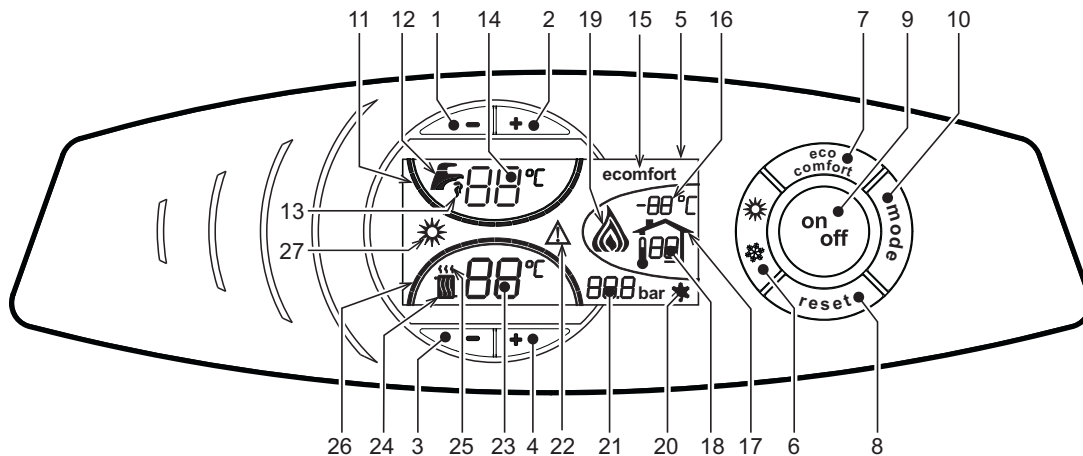
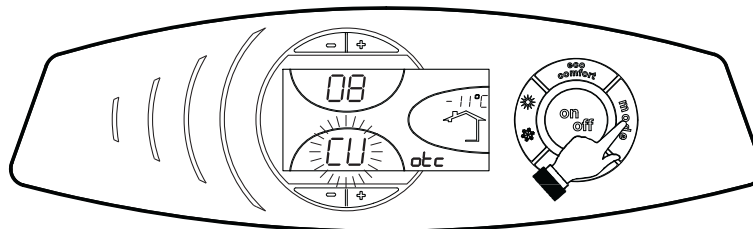

рис. 1 - Панель управления
рис. 11 - Кривая компенсации
О поступлении команды на включение отопления (от комнатного термостата или от пульта ДУ с таймером) предупреждает мигание индикатора теплого воздуха, установленного на радиаторе (дет. 24 и 25 - рис. 1).
Индексные метки с подсветкой системы отопления (дет. 26 - рис. 1) загораются по мере приближения измеряемой датчиком температуры к заданному значению.
О поступлении команды на включение системы ГВС, генерируемой при заборе горячей воды, предупреждает мигание соответствующего индикатора на кране (поз. 12 и 13 - рис. 1). Убедитесь, что функция Comfort (поз. 15 -) находится в активном режиме рис. 1
Индексные метки с подсветкой системы ГВС (поз. 11 - рис. 1) загораются по мере приближения измеряемой датчиком температуры к заданному значению
При включенной системе нагрева воды в бойлере (заводская установка) на дисплее отображается символ режима COMFORT (поз. 15 - рис. 1); наоборот, если система нагрева выключена, на дисплее высвечивается символ режима ECO (поз. 15 - рис. 1)
Бойлер может быть выключен пользователем (режим ECO) путем нажатия кнопки  (поз. 7 - рис. 1). Для включения режима COMFORT снова нажмите клавишу  (поз. 7 - рис. 1).
Нажмите клавишу (дет. 9 - рис. 1) в течение 1 секунды.
Для повторного включения котла вновь нажмите клавишу (дет. 9 рис. 1) в течение 1 секунды.
- Нажмите кнопку ON/OFF (9 - рис. 1).
Нажмите клавишу (роз. 6 - рис. 1) в течение 1 секунды.
На дисплее высвечивается символ "Лето" (поз. 27 - рис. 1). При этом котел будет вырабатывать только воду для ГВС. При этом система защиты от замерзания остается активной.
Для выключения режима "Лето" вновь нажмите клавишу (дет. 6 - рис. 1) в течение 1 секунды.
Температура в системе отопления регулируется в пределах от 30 °С до 90 °С с помощью клавиш (дет. 3 и 4 - рис. 1); однако, не рекомендуется эксплуатировать котел при температуре ниже 45 °С.
Температура в системе ГВС регулируется в пределах от 10°С до 65°С с помощью клавиш (поз. 1 и 2 - рис. 1).
При наличии датчика температуры наружного воздуха (опция) на дисплее панели управления (дет. 5 - рис. 1) отображается измеряемая этим датчиком температура. При этом система управления котлом работает в режиме "Плавающая температура". В этом режиме температура воды, подаваемой в систему отопления, регулируется в зависимости от климатических условий внешней среды с тем, чтобы обеспечить максимальный комфорт и экономию энергетических ресурсов в течение всего года. Так, при повышении внешней температуры понижается температура подачи воды в систему отопления, что производится по определенной "кривой компенсации".
С переключением на режим "Плавающей температуры" показатель температуры, устанавливаемый клавишами  (дет. 3 и 4 - рис. 1) соответствует максимальной температуре подачи воды в систему отопления. Рекомендуется устанавливать максимальное значение заданной температуры с тем, чтобы позволить системе регулировать изменение температуре во всем диапазоне значений.
При однократном нажатии кнопки  (поз. 10 - рис. 1) на дисплее выводится текущая компенсационная характеристика (рис. 11), которую можно изменить с помощью кнопок задания температуры воды ГВС  (поз. 1 и 2 - рис. 1).
При нажатии кнопок регулировки температуры отопления  (поз. 3 и 4 - рис. 1) открывается доступ к параллельному смещению характеристик (рис. 14), с помощью кнопок регулировки температуры в контуре ГВС  (поз. 1 и 2 - рис. 1).
Для выхода из режима параллельного изменения кривых еще раз нажать клавишу  (дет. 10 - рис. 1).